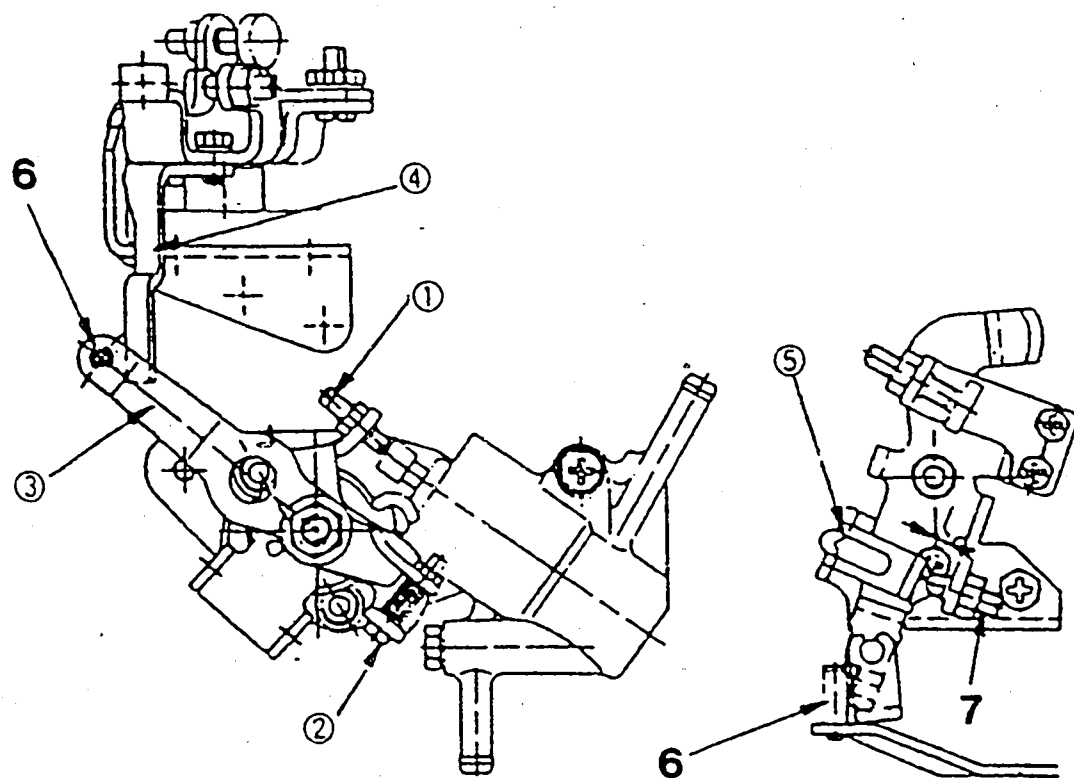

Bild 28
1. **Verstellerweg einstellen** (siehe Abb. 28 und 29)
2. **Leerlaufanhebung einstellen** (siehe Abb. 28 und 29)